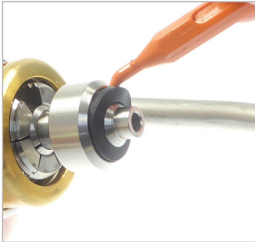

Abbildung 10
- ▶ Untergraben Sie die Frontdichtung (Pos. 7) mit dem WEH® O-Ring-Picker aus dem WEH® Werkzeugkit Art. Nr. 193255 und entnehmen Sie ihn aus dem Einstich (*Abbildung 10*).